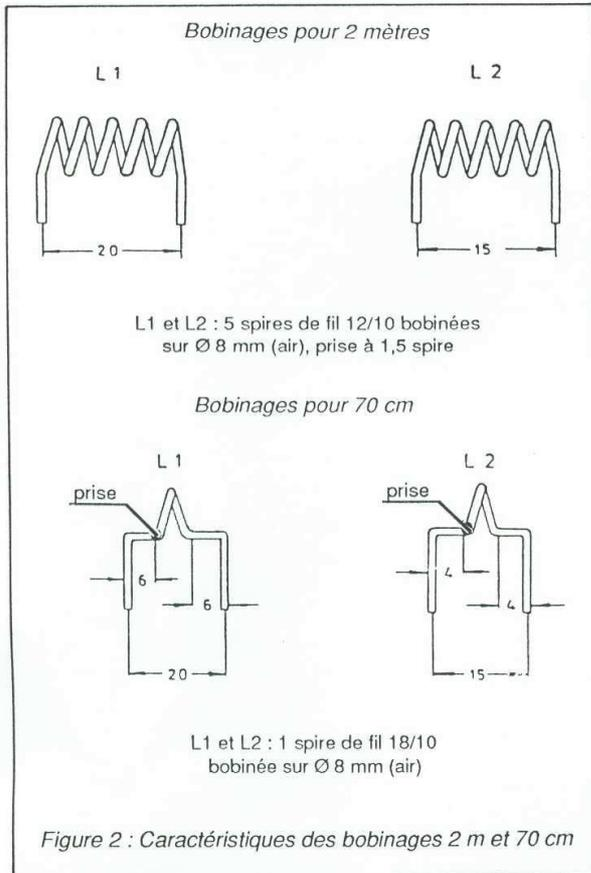

Figure 2 : Caractéristiques des bobinages 2 m et 70 cm
- Les caractéristiques des bobines figure 2.